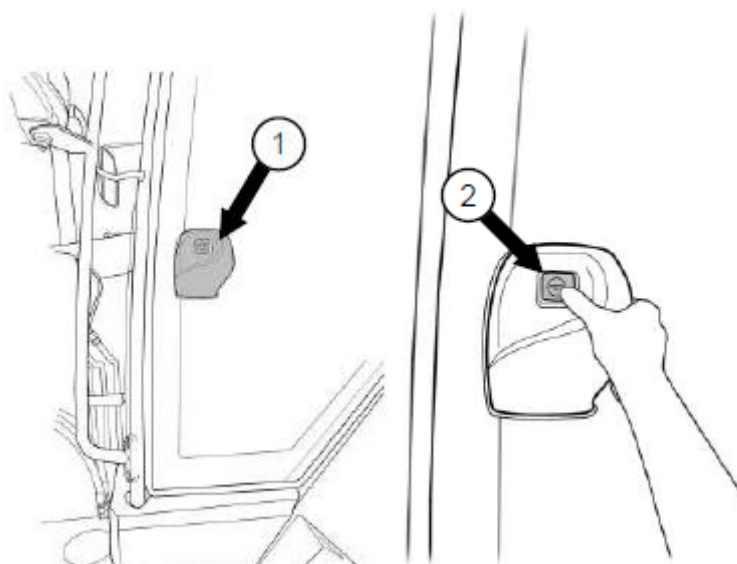

Рисунок 3.2 Наружная дверная ручка
- ▶ Нажмите большим пальцем на кнопку (2) на дверной ручке, а остальными пальцами потяните дверную ручку (1) на себя см. рис. 3.2.